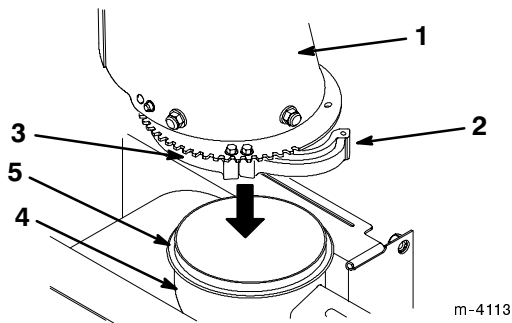

Bild 11
1. Fetten Sie den Kanalring leicht ein (Bild 11).
2. Drehen Sie die lockere Auswurfkanalbefestigung an der Unterseite des Kanals nach außen (Bild 11).
3. Senken Sie den Auswurfkanal auf die Öffnung an der Oberseite des Schneckengehäuses ab (Bild 11).
4. Stellen Sie sicher, dass der Kanalring in die Rillen an den permanenten Kanalbefestigungen passt (Bild 11).